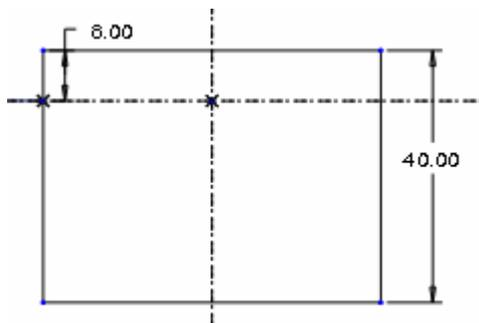

图 18-5
- (3) 在【选项】面板中选择“可变剖面”选项。
- (4) 单击按钮, 系统进入草绘状态。
- (5) 绘制如图 18-5 所示的矩形剖面。